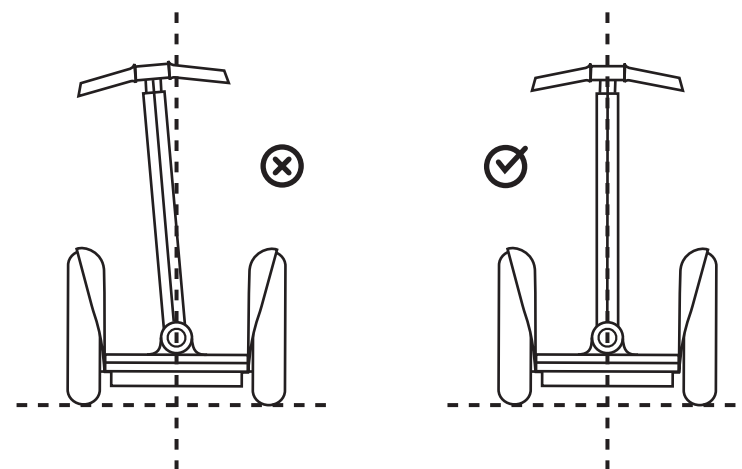

Figura 3. Centrare il montante LeanSteer
7. Prima di serrare le viti, verificare che il manubrio sia dritto e centrato e, qualora non lo sia, regolare il montante LeanSteer in modo da raddrizzarlo. Vedere la Figura 3.